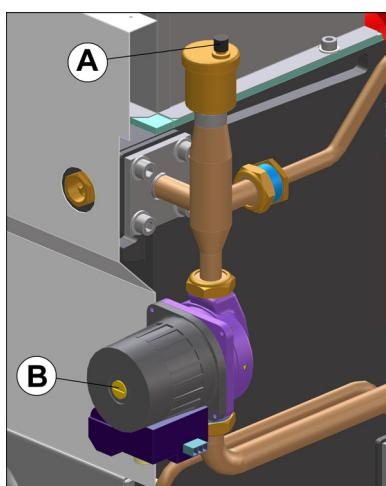

Fig. 7.1
- 6 Allentare il tappo della valvola di sfiato automatico (A in fig. 7.1).
- 6 Loosen the automatic bleed valve cap (A in fig. 7.1).
- 6 Aflojar el tapón de la válvula de purga automática (A en la fig. 7.1).
- 11 Procedere allo sfiato dell'aria nel circolatore allentando il tappo (B in fig. 7.1). Nel caso sia necessario eseguire lo sblocco del circolatore, togliere completamente il tappo e girare il rotore nel senso della freccia posta sulla targhetta.
- 11 Bleed off air from the circulator pump, loosening the cap (B in fig. 7.1). If the circulator needs to be unjammed, remove the cap completely and turn the rotor in the direction of the arrow on the plate.
- 11 Purgar el aire en la bomba de circulación aflojando el tapón (B en la fig. 7.1). En caso de que sea necesario desbloquear la bomba de circulación, sacar totalmente el tapón y girar el rotor en el sentido indicado por la flecha que se encuentra en la placa.